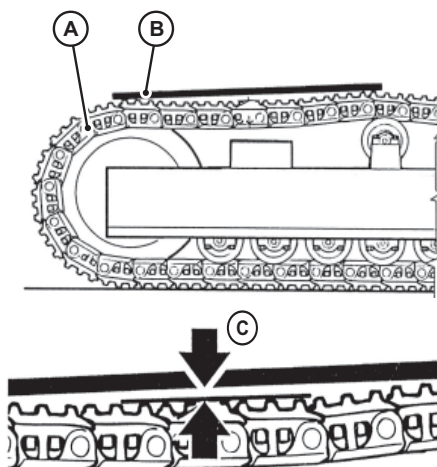

Fig. 234 Determinação da tensão do trajeto da esteira
- 2 Coloque uma borda reta (B) na Fig. 234 no trajeto da esteira (A) na Fig. 234.
- 3 Meça a distância (C) na Fig. 234 (arqueamento) entre o rolete da esteira e a ligação da esteira.
- 4 Se a dimensão do arqueamento for excessiva, tensione a corrente com o dispositivo de tensionamento da mola fornecido (D) na Fig. 234! Se a dimensão do arqueamento for insuficiente, solte a tensão da corrente.